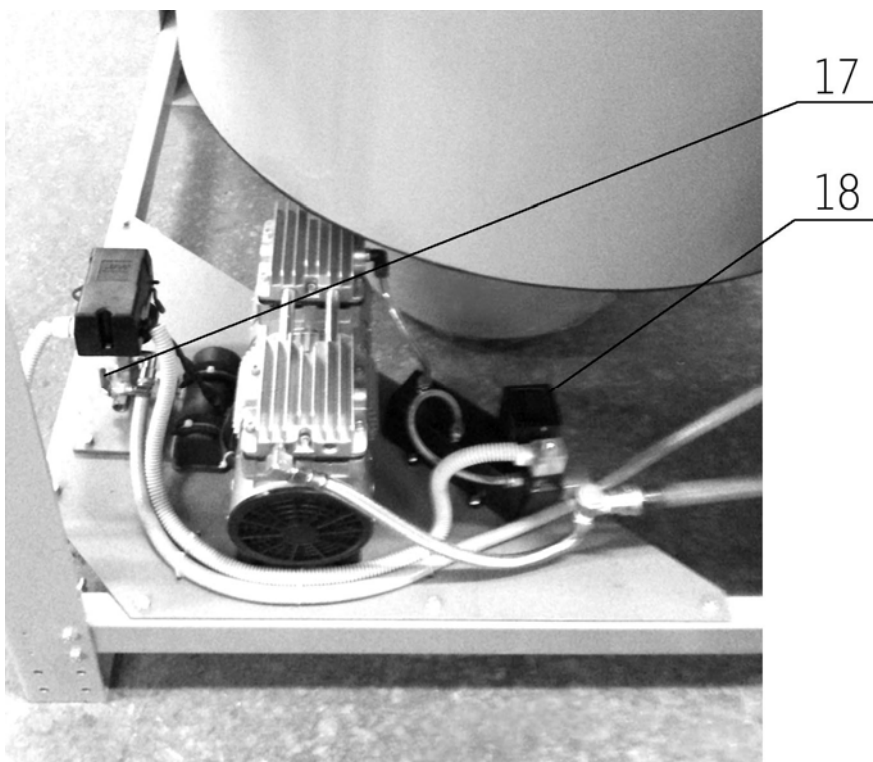

Рисунок 3
- 7.7. Периодически необходимо очищать фильтр компрессора: он легко вынимается из съёмного пластмассового корпуса (18) (рис. 3), после чего его можно промыть и установить обратно.